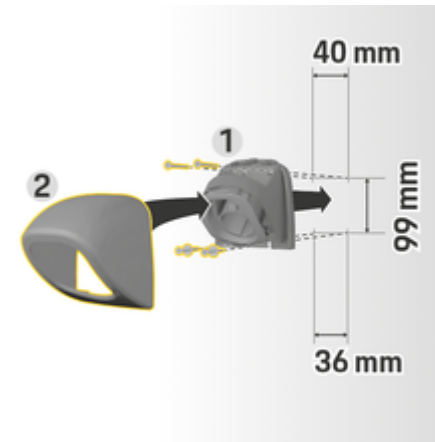

Fig. 5: Cotes de perçage
1. Retirez le support de connecteur 1 (Fig. 5) du cache 2 (Fig. 5).
4. Vissez le support du connecteur 1 (Fig. 5) au mur.
5. Mettez en place le cache 2 (Fig. 5) sur le support du connecteur 1 (Fig. 5) par le bas et enfoncez-le vers le haut.